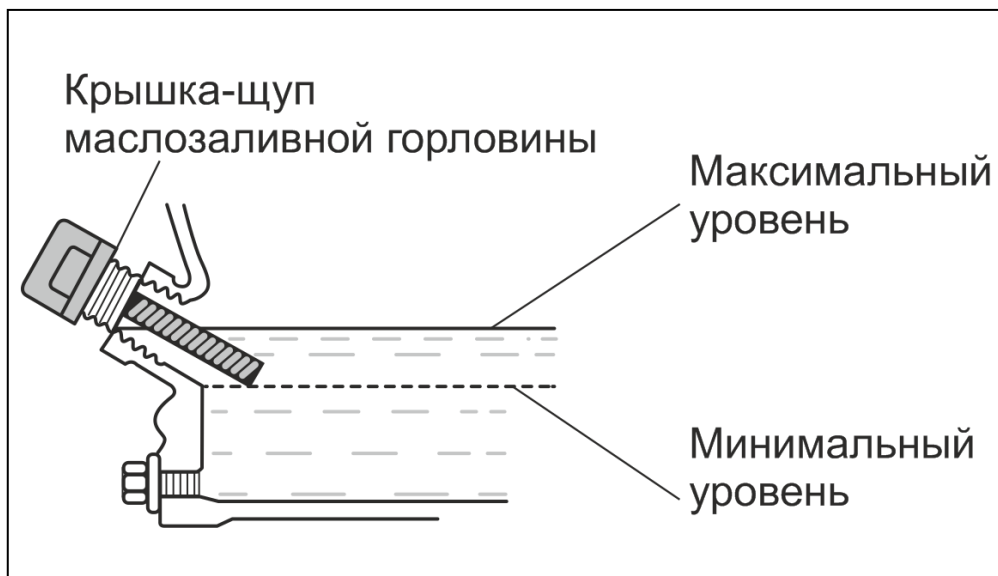

Рис. 8. Проверка уровня масла в картере.
Максимальный уровень масла в картере соответствует нижней кромке заливного отверстия. (Рис. 8).
4. Извлеките крышку-щуп и осмотрите его. Уровень масла должен соответствовать верхней отметке на щупе. В случае, если уровень масла ниже необходимого долейте чистое масло до верхней отметки на щупе (это соответствует нижней кромке заливного отверстия). Рис. 8.